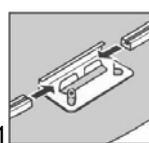

fig. 11
- g) Colocar los perfiles inferiores curvados azul curvado (PCA) sobre las placas base. Dejar un espacio de unos +/- 12 mm. (fig. 11 y 12 entre los extremos de los perfiles).